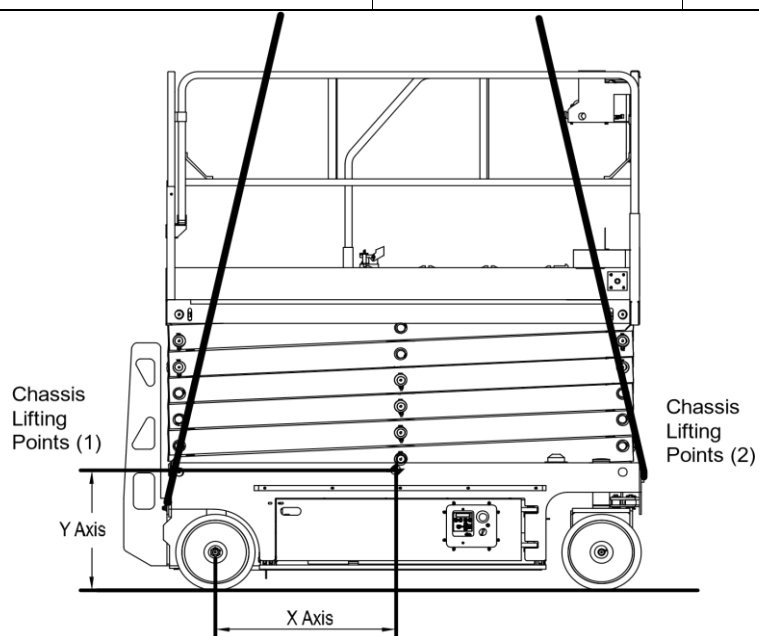

Figura 4-4 Centrul de gravitație
- 2) Utilizați Tabelul 4-4 și Figura 4-4 pentru a determina centrul de gravitație al mașinii.